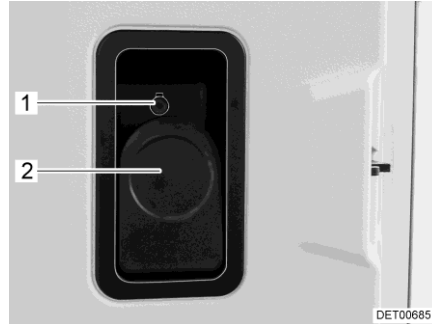

Fig. 41 Serrure de la porte (porte cellule à l'intérieur)
- Tirer le levier (Fig. 41,2).
- Enfoncer le bouton de sécurité (Fig. 41,1).